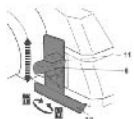

Imagen 1
Coloque el tope de profundidad de rebaje (12) y guía paralela (7) para realizar rebajas de rebajas. Alinear la ranura de la profundidad de rebaja calibre (12) a la rosca de montaje (11) y fíjelo con un tornillo de mariposa (6) (Imagen 1). Ajustar el tope de profundidad de rebaje (12) a la profundidad deseada utilice la escala como guía. Apretar el tornillo de mariposa (6).
Presione el botón de desbloqueo (1) y manténgalo en su posición. Apriete el interruptor de alimentación (2) para poner en marcha la herramienta (Fig. 1). Suelte el interruptor de alimentación (2) para apagar la herramienta.